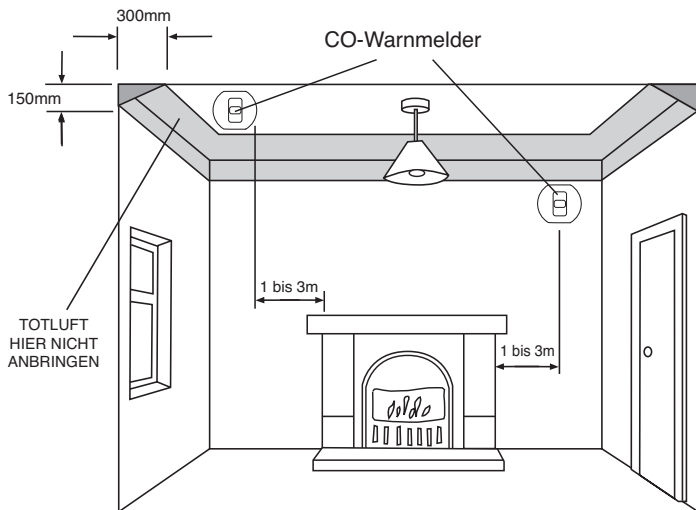

Bild 1
3.3.1 Bei Montage des CO-Warmmelders in einem Raum, in dem sich eine Brennstelle befindet, beachten Sie bitte unbedingt folgende Hinweise (siehe Bild 1)